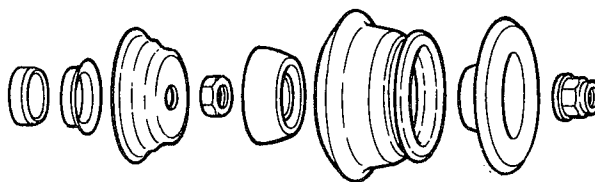

fig. 48
3. Remover o conjunto do suporte superior (fig. 48)
2. Instalar os componentes do suporte superior (fig. 48)